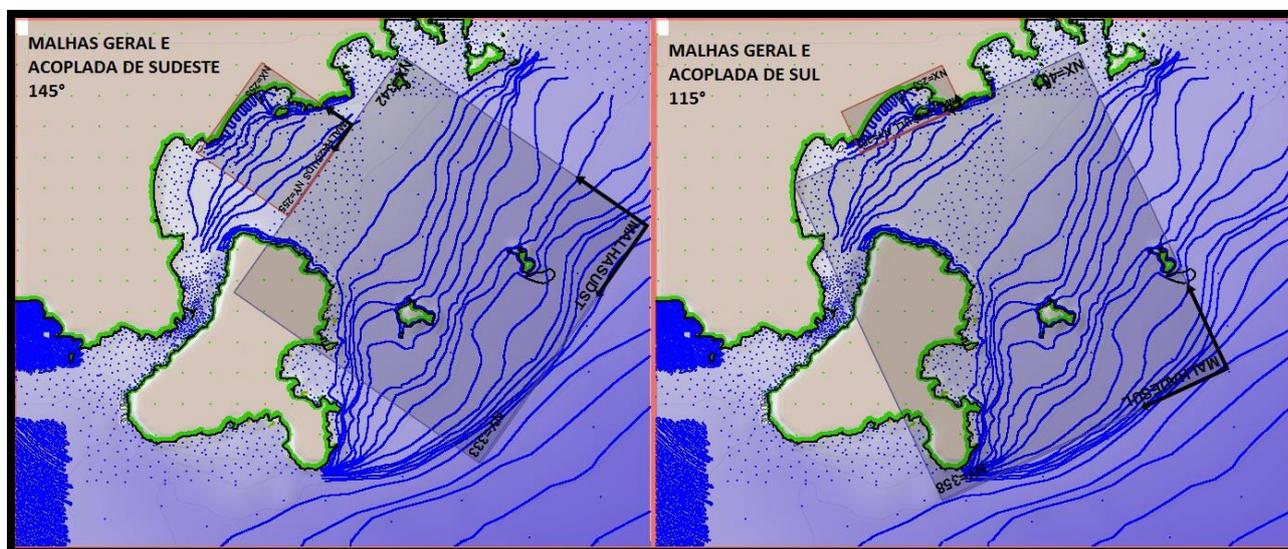

Figura 30 – Malhas criadas para as ondas provenientes das direções Sudeste (esquerda) e Sul (direita).
() e localizar o *mouse* sobre o final da **MALHASUDST** e clicar no botão esquerdo do *mouse* sem soltá-lo até percorrer algumas colunas pela malha e arrastar em direção a terra, conforme Figura 30;
48) Para gerar o contorno da malha acoplada, clicar em "Nuevo encadenamiento" () e localizar o *mouse* sobre o final da **MALHADESUL** e clicar no botão esquerdo do *mouse* sem soltá-lo até percorrer algumas colunas pela malha e seguir em direção a terra, conforme Figura 30;